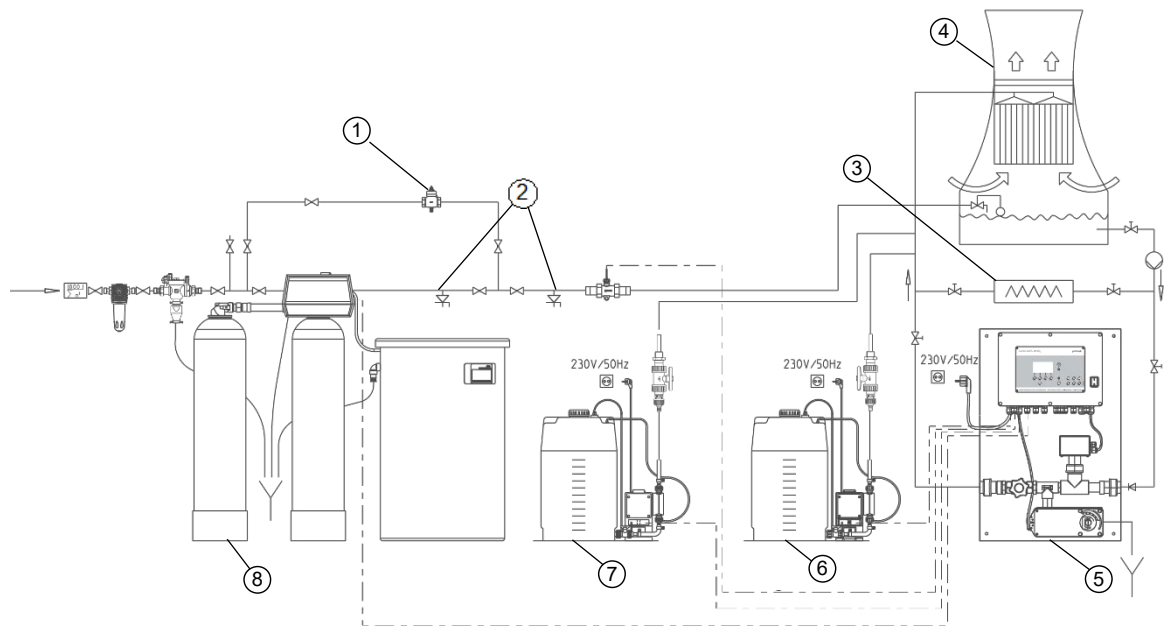

Abb. D-2: Einbau-/ und Installationshinweis GENO-KWA-60i
1. Kreislaufleitungen entsprechend Einbaubeispiel (Abb. D-2), oder entsprechend den maßgeblichen Planungsunterlagen unter Beachtung der Durchflussrichtung anschließen. Dabei die Vorgaben in Abschnitt 1 sowie Besonderheiten der Gesamtanlage beachten.